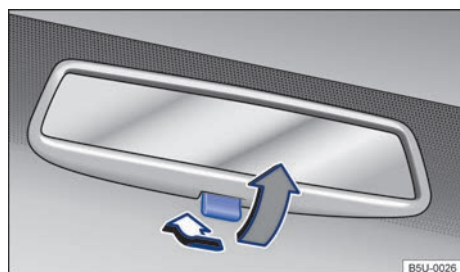

Fig. 82 En el parabrisas: espejo retrovisor interior antideslumbrante manual.
- Posición de noche: tirar de la palanca → fig. 82 (flecha gris), para evitar el deslumbramiento de los faros de los vehículos que circulan detrás.